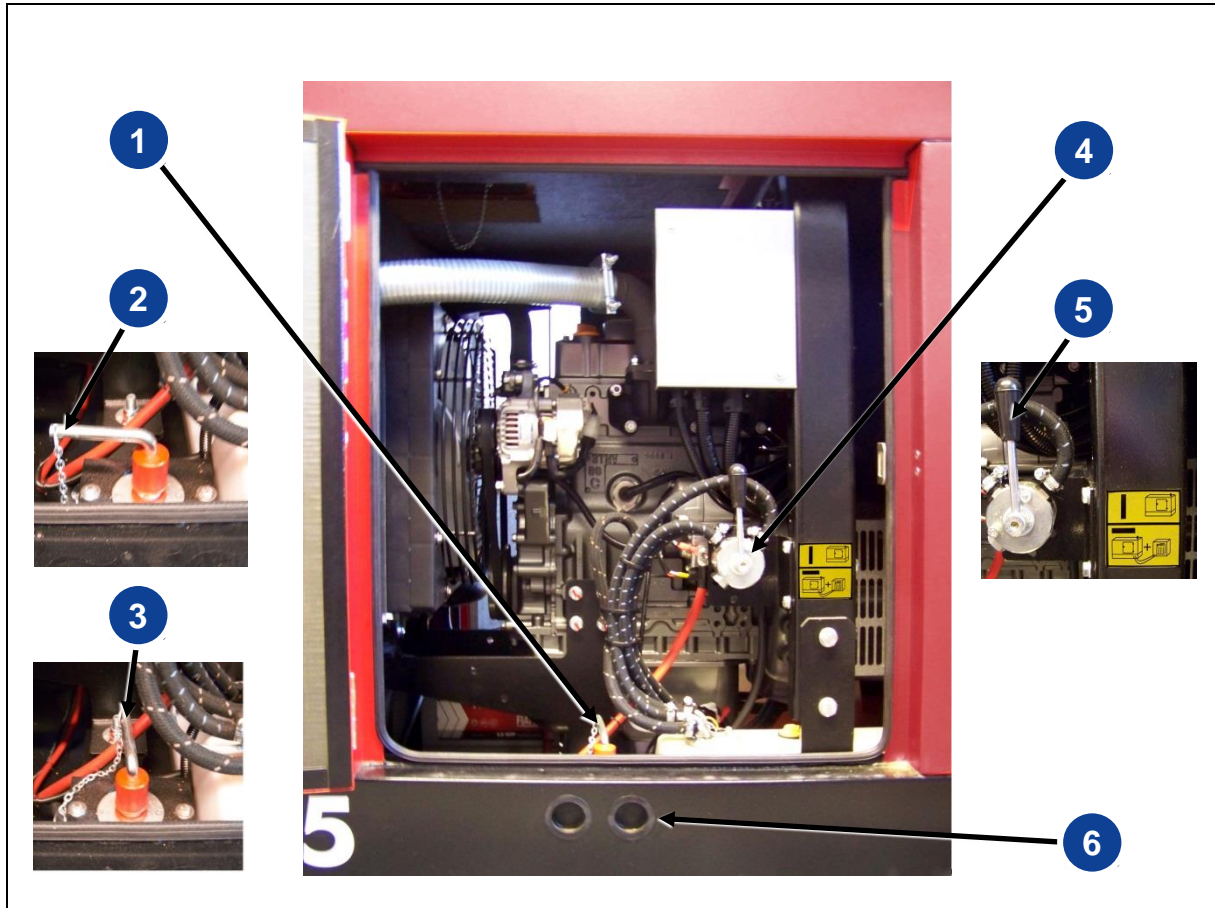

Abb. 8.3: Bestandteile der Rückseite (Wartungsklappe)
Trennen Sie aus Sicherheitsgründen vor Beginn der Wartungs- bzw. Reparaturarbeiten die Batterie mithilfe des Batterie Hauptschalters (siehe Abb. 8.3 ②) vom Motor-Stromkreis.